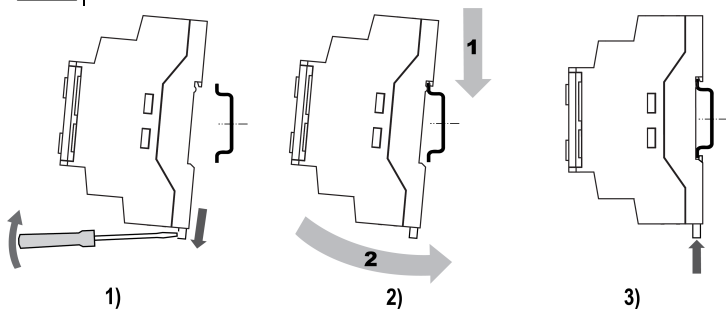

Рисунок 1 – Монтаж і демонтаж пристрою
2. Вставивши викрутку у вушко, відтягнути засувку (див. рисунок 1, 1). Пристрій встановити на DIN-рейку.
3. Пристрій притиснути до DIN-рейки (див. рисунок 1, 2, стрілки 1 і 2). Викруткою повернути засувку в початкове положення.